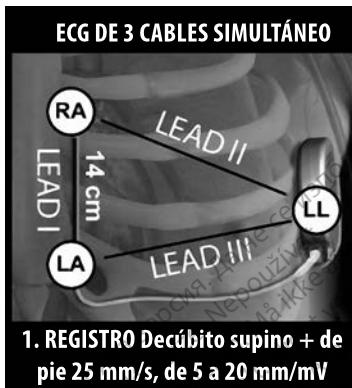

Figura 2. Ubicación típica de los electrodos de ECG de superficie para el screening del paciente
1. Para llevar a cabo el proceso de screening del paciente, se debe obtener un equivalente de superficie de los vectores de detección subcutáneos. Es importante obtener el ECG de superficie en el lugar que representa la posición prevista del sistema S-ICD implantado. Al colocar el sistema S-ICD en la ubicación de implante típica, el electrodo del ECG de superficie debe ubicarse como se describe a continuación (Figura 2 Ubicación típica de los electrodos de ECG de superficie para el screening del paciente en la página 18). Si se desea emplazar en una ubicación no estándar el electrodo o el generador de impulsos del sistema S-ICD, se deben modificar las ubicaciones del electrodo de ECG de manera adecuada.